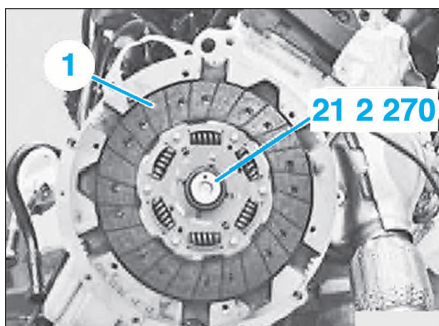

FIG. 9
- Visser la broche (2) jusqu'à ce que le ressort diaphragme (3) soit précontraint à bloc.
- Centrer le disque d'embrayage (1) sur le volant moteur avec l'outil 21 2 270 ou 21 2 200 (Fig.9).